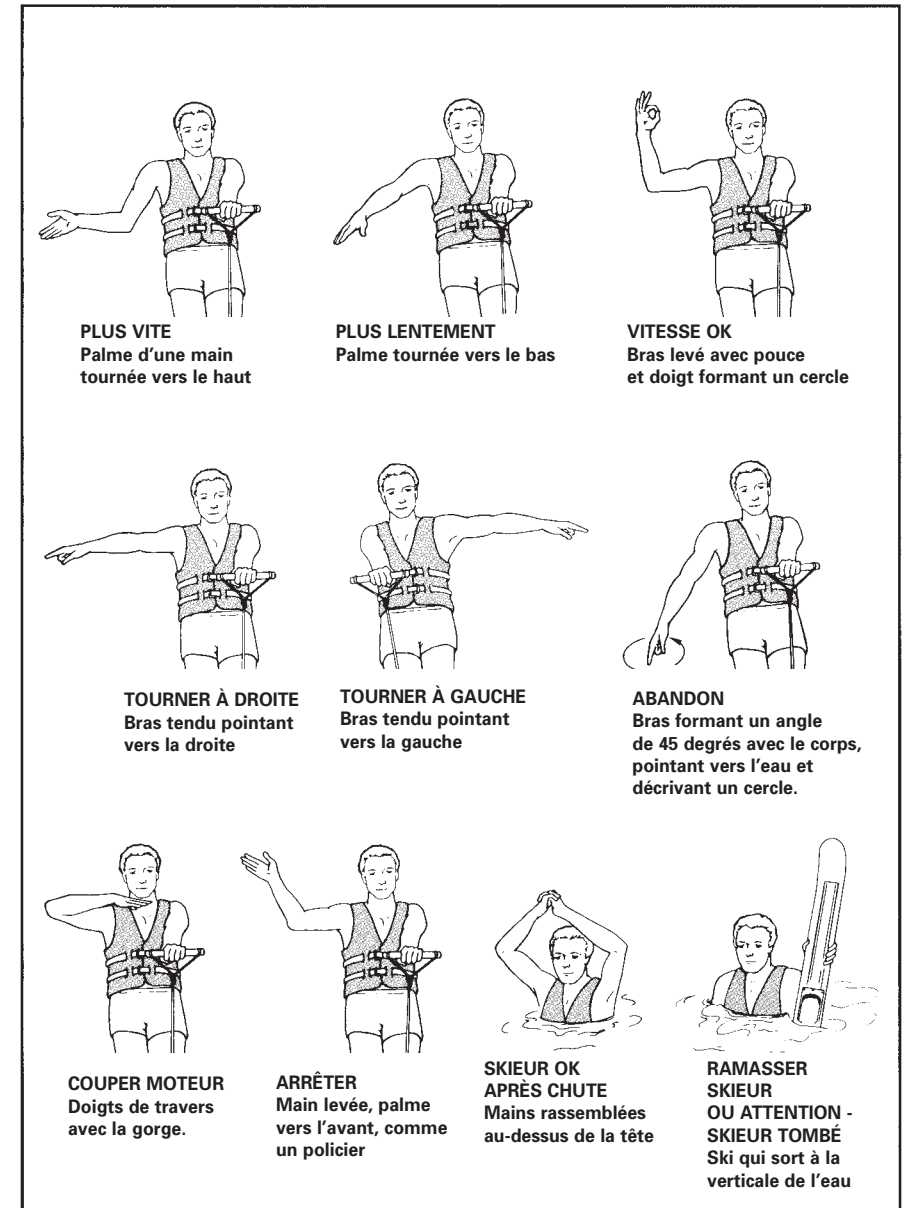

FIGURE 2-14 SIGNAUX DE SPORT NAUTIQUE
5. À bord du bateau, une deuxième personne doit observer la personne qui est remorquée et informer le conducteur des signaux à bras faits par la personne (figure 2-14). Le conducteur doit concentrer toute son attention à la conduite du bateau et regarder droit devant.